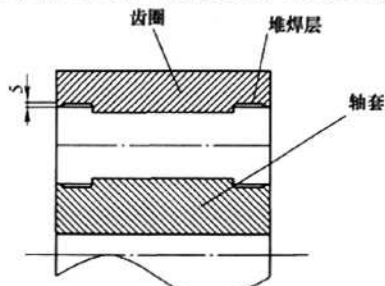

图2
需注意以下几点：①在齿圈和轴套与辐板相接处，加工深5mm，宽80mm的圆环（如图2）。②齿圈和轴套整体入炉消应力预热，预热温度在250~300。③因为埋弧焊的焊接电流大，焊接速度高，焊接质量稳定，所